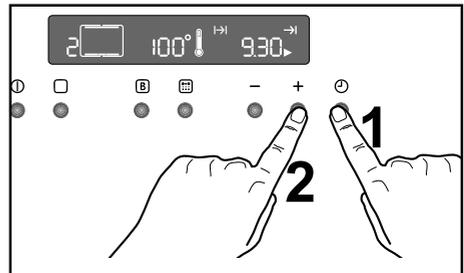

Рис. 11
2. нажимайте кнопку ⏸ до тех пор, пока не будет выбрана функция окончания времени приготовления →|, и не начнет мигать соответствующий символ. На дисплее высветится время окончания приготовления (то есть, текущее время + продолжительность приготовления - Рис. 11).